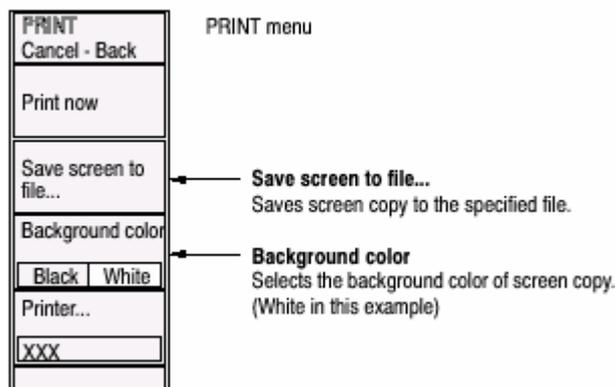

图 3-93 保存屏幕文件
- 3 . 使用 Background Color 侧面键显示背景颜色 Black 或 White (见图 3-93)。